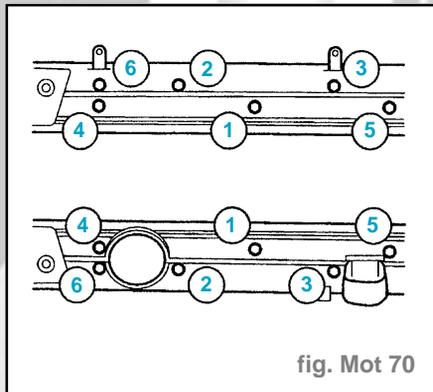

fig. Mot 70
- Serrer les vis dans l'ordre indiqué (fig. Mot. 70).